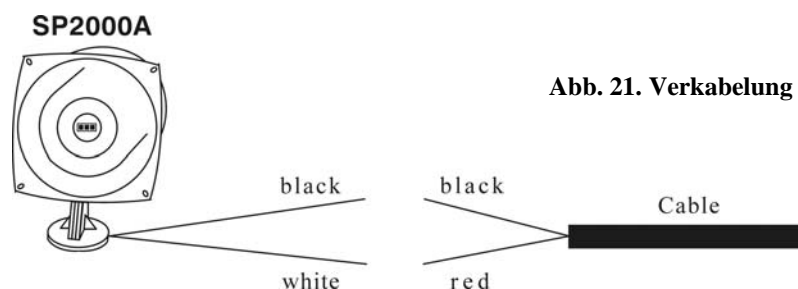

Abb. 21. Verkabelung des SP2000A
- Stellen Sie den Lautsprecher so in die Sprechsäule oder Menütafel, dass die Dichtung von innen mittig gegen das Lautsprechergitter gedrückt wird (siehe Abb. 21). Der Verbindungsstecker kann an der Seite oder oben sitzen. Richten Sie die Öffnung in der Dichtung an der Öffnung des Lautsprechergitters aus.
- Füllen Sie den Leerraum um den Lautsprecher herum mit Schaumstoff (siehe Abb. 21).